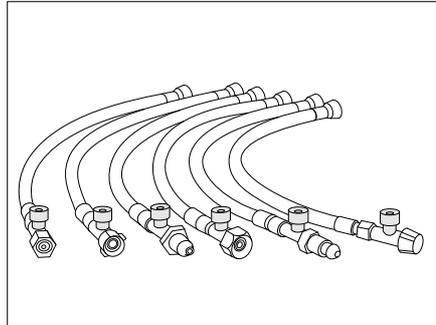

Bild 163 Hochdruckschläuche mit Schlauchbruchsicherung (länderspezifische Varianten)
- Grünen Knopf am Hochdruckschlauch (Bild 163) kräftig drücken.